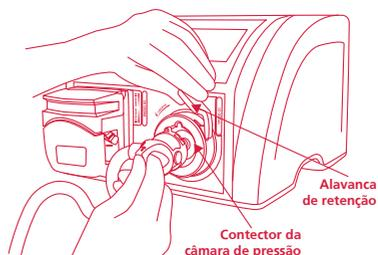

Figura 13 - Inserção da câmara de pressão do equipo no conector da câmara do Razek Pump Evolution RPE-I.
2. Levante a alavanca de retenção do Razek Pump Evolution RPE-I e insira a câmara de pressão do equipo no conector da câmara de pressão do equipamento (Figura 13);